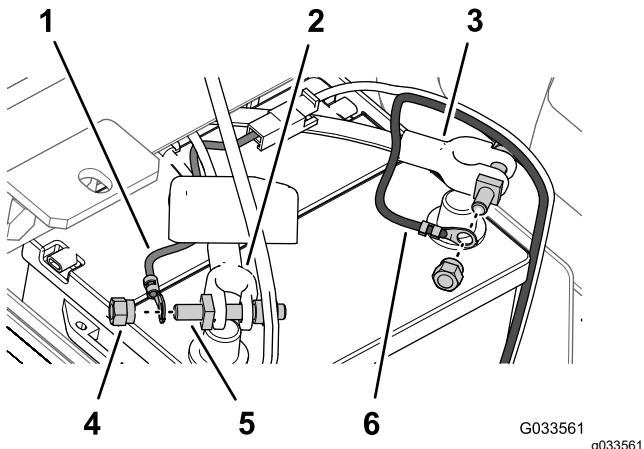

Figura 29
6. Alinhe o terminal de anel da ligação do fusível (cablagem do pulverizador) ao borne do parafuso terminal que montou no cabo positivo da bateria com uma porca de fixação (Figura 29).
7. Prenda o terminal de anel do cabo negativo (preto – cablagem do pulverizador) ao borne de parafuso terminal que montou no cabo negativo da bateria com uma porca de fixação (Figura 29).